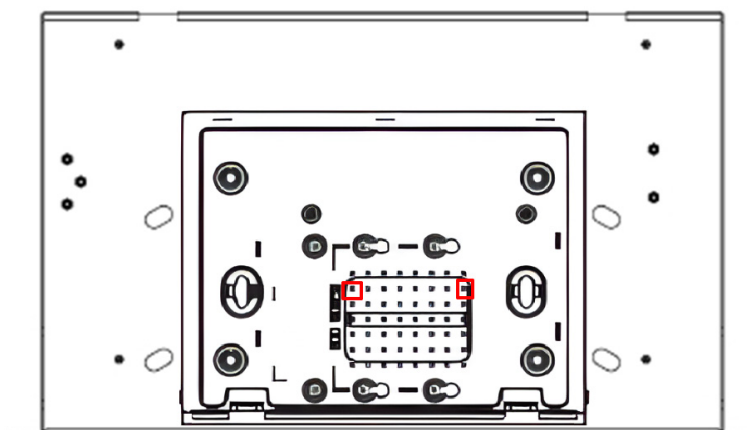

Рисунок 5.16 – Монтаж. Тип D
4. С помощью двух винтов M2,5, из комплекта поставки кронштейна, зафиксируйте видеорегистратор на кронштейне (Рисунок 5.16).